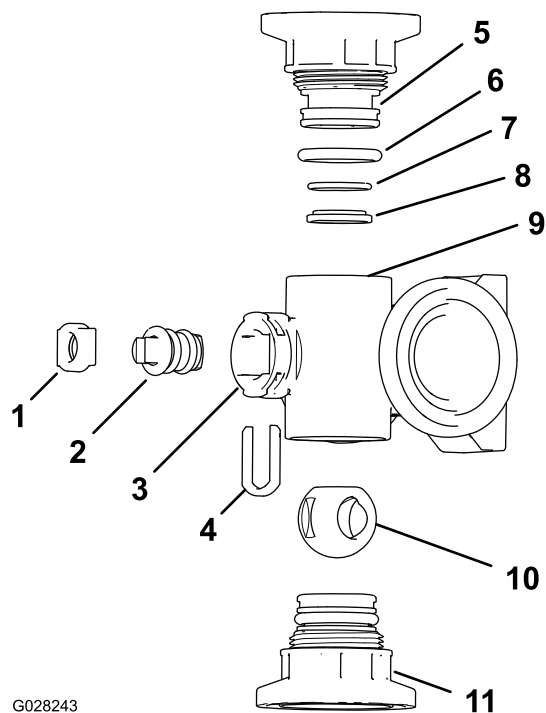

Figura 77
2. Retire o conjunto das duas uniões de cada extremidade do corpo do coletor (Figura 77 e Figura 78).
4. Retire a fixação da haste das ranhuras na porta da haste no coletor (**Figura 77** e **Figura 78**).
5. Retire a fixação da haste e o encaixe da haste da válvula do coletor (**Figura 77** e **Figura 78**).
6. Do corpo do coletor, retire o conjunto da haste da válvula (**Figura 77** e **Figura 78**).
1. Verifique o estado dos anéis de retenção da união de saída (apenas coletor da válvula de secção), dos anéis de retenção do tampão, dos anéis de retenção de encaixe posterior, do encaixe da esfera para ver se há danos ou desgaste (**Figura 77** e **Figura 78**).
2. Aplique lubrificante de silicone na haste da válvula e insira-a no encaixe da haste da válvula (**Figura 77** e **Figura 78**).
3. Instale a haste da válvula e o encaixe no coletor e fixe a haste e o encaixe com a fixação da haste (**Figura 77** e **Figura 78**).
4. Certifique-se de que o anel de retenção de encaixe posterior e o encaixe da esfera estão alinhados e encaixados na união do tampão (**Figura 77** e **Figura 78**).
5. Instale o conjunto da união do tampão no corpo do coletor até a flange da união do tampão tocar no corpo do coletor (**Figura 77** e **Figura 78**); depois rode a união do tampão mais 1/8 a 1/4 de volta.